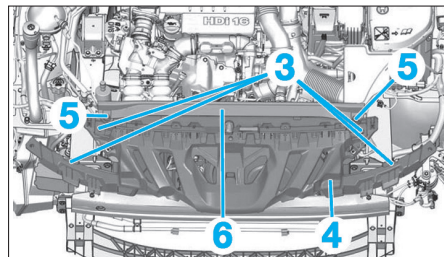

Fig. 87
- les raccords d'air (2),
- les vis (3) (Fig.87),
- l'armature de bouclier (4),
- les vis (5),
- l'armature avant (6).